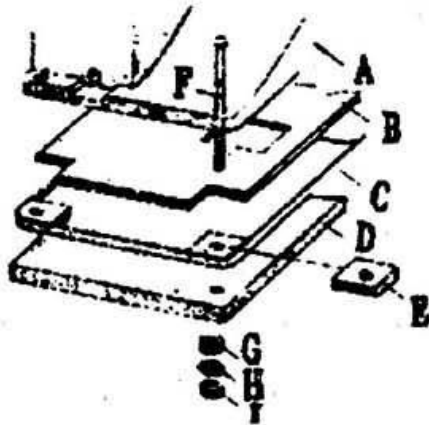

图 1
① 将底盘防震垫“D”、机座底盘“C”、机座防震垫“B”防震垫“E”、机头“A”依次放到台板上，对准四孔后将六角螺栓“F”从上到下插入孔中，依次套上防松垫“G”、平垫“H”后旋上六角螺母“I”，对角逐次旋紧四只螺母，将机头固定在台板上（图1）。